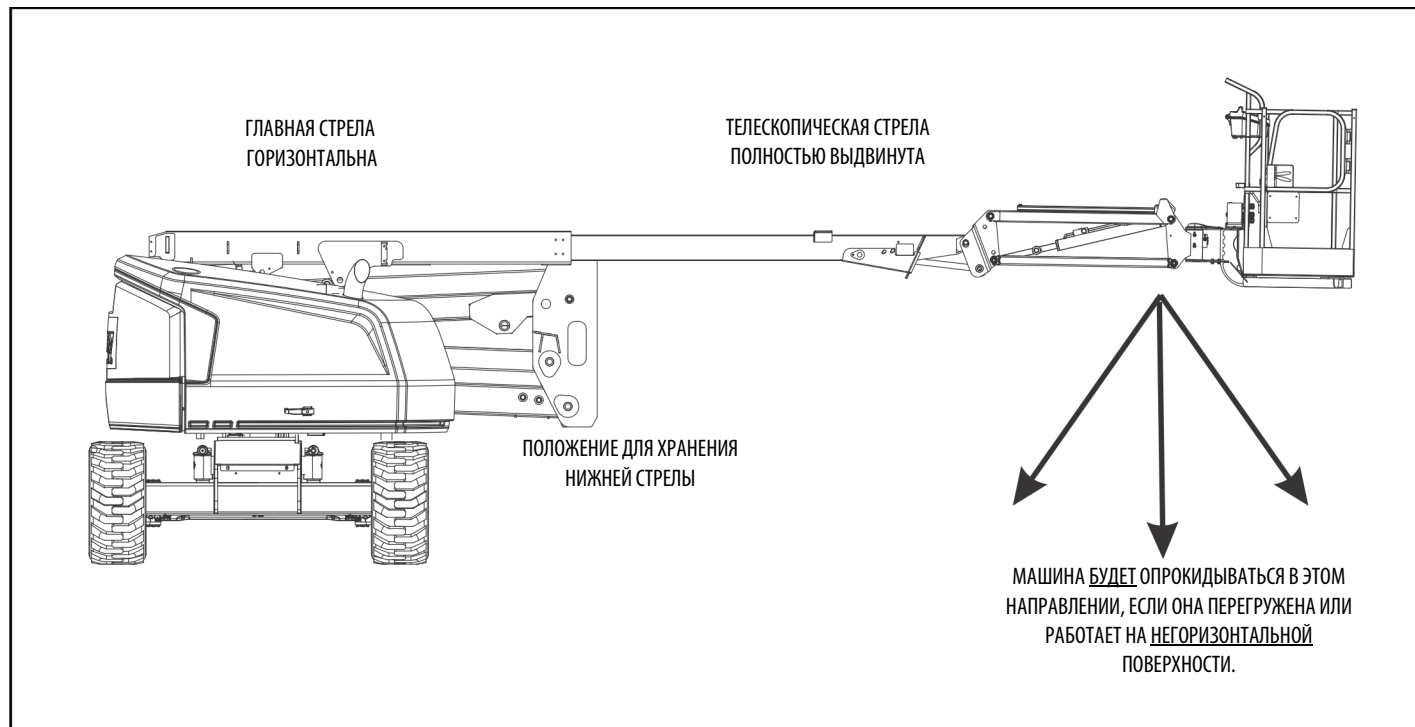
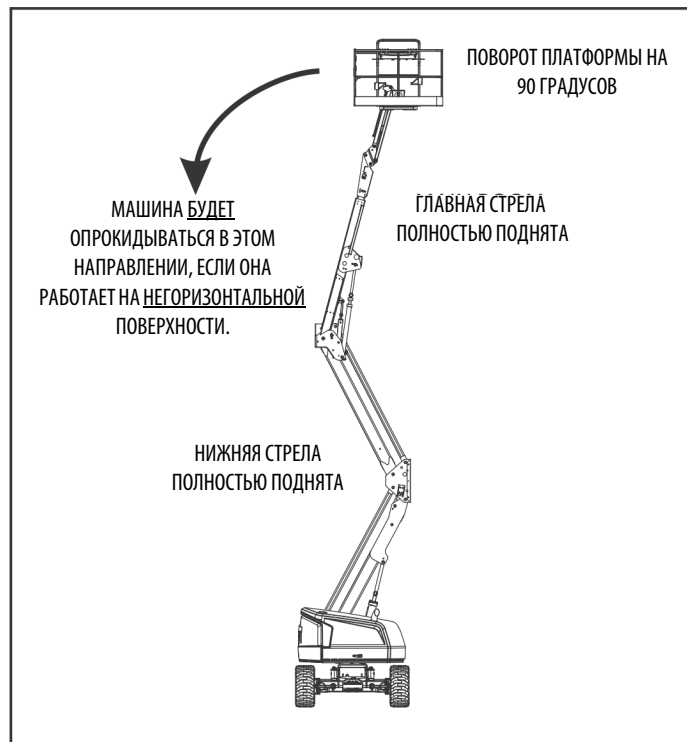

Рис. 4-1. Положение минимальной устойчивости против опрокидывания вперед
Рис. 4-2. Положение минимальной устойчивости против опрокидывания назад
Устойчивость машины определяется двумя (2) параметрами, которые называют устойчивостью к опрокидыванию **ВПЕРЕД** и **НАЗАД**. Для ознакомления с положением машины с минимальной устойчивостью к опрокидыванию **ВПЕРЕД** Рис. 4-1., а для ознакомления с положением машины с минимальной устойчивостью к опрокидыванию **НАЗАД** Рис. 4-2.